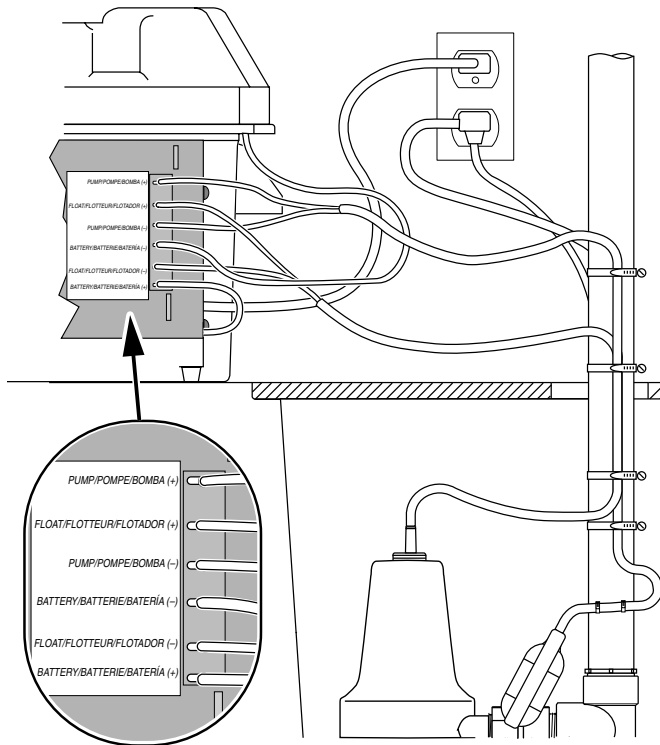

Figura 11 – Conexiones de los cables MBSP-PLUS-18T
1. Conecte el cargador según se ilustra en la Tabla IV y en la Figura 11.